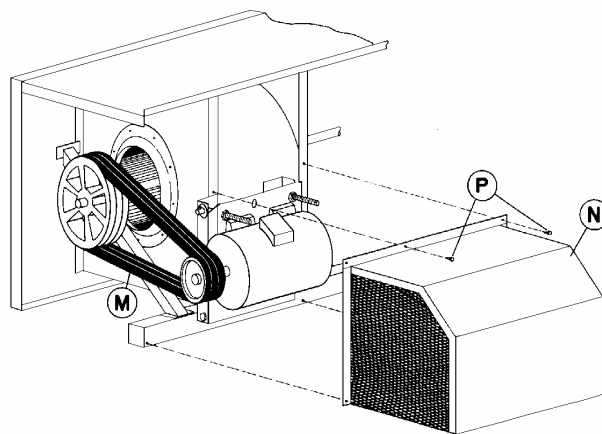

Figura 17 – Installazione della protezione motore e cinghia
6. Installare le cinghie **M** intorno alle pulegge del ventilatore e del motore, come indicato nella Figura 17. Tendere le cinghie regolando i dadi sulle viti "J", senza stringere eccessivamente. Una volta regolate le cinghie, verificarne la corretta tensione premendo leggermente con la mano sulla parte centrale, che dovrà avere una deflessione di circa 13 mm.